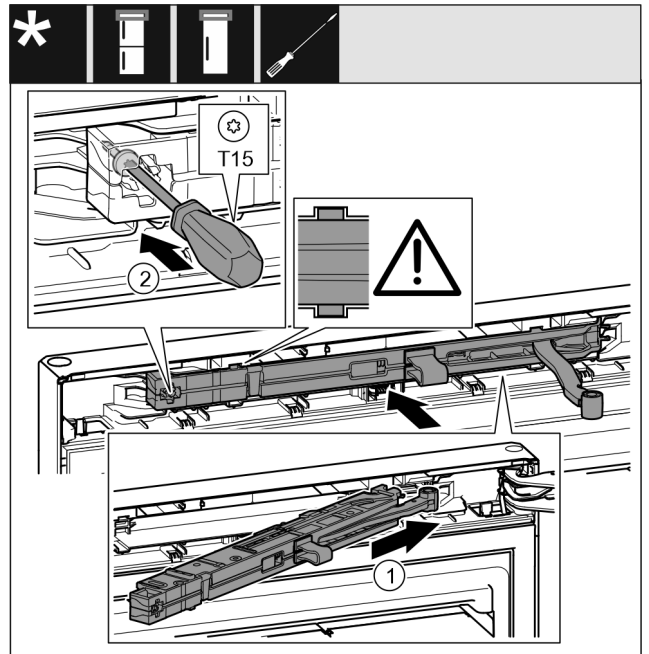

Fig. 49
- ▶ Introducir la unidad del amortiguador de cierre en el lado del soporte de apoyo hasta el tope en posición inclinada en la escotadura. *Fig. 49 (1)*
- ▶ Apretar el tornillo con un destornillador T15. *Fig. 49 (2)*